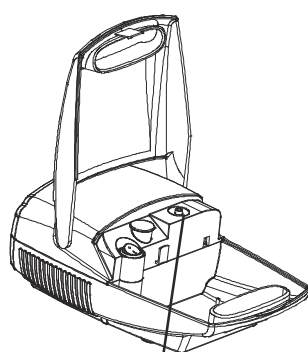

Рисунок 6-1
9. Крепко прижмите одну сторону шланга к выходу воздуха в передней части компрессора. Важно, чтобы шланг полностью и надёжно был вставлен в отверстие выхода воздуха компрессора. Шланг спроектирована так, чтобы она могла плотно прилегать (Рис. 6-1)